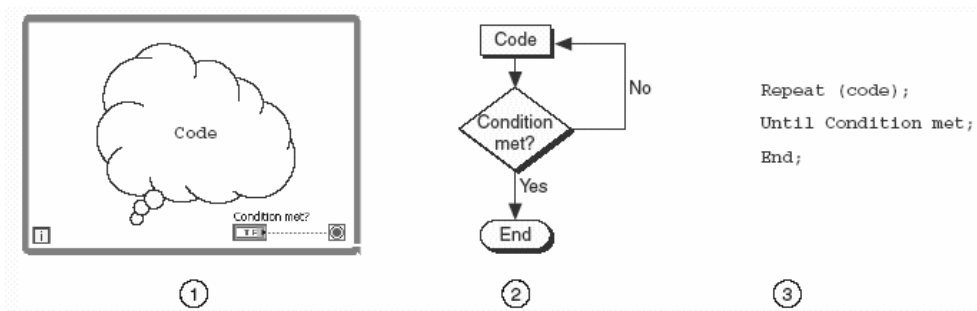

Рис. 2.1. Цикл с остановкой по условию.
Цикл **While** (по условию) работает до тех пор, пока не выполнится логическое условие выхода из цикла. Цикл **While** аналогичен циклам **Do** и **Repeat Until**, используемым в текстовых языках программирования. Рисунок 2.1. демонстрирует (1) цикл **While** в среде LabVIEW, (2) эквивалентную блок-схему работы цикла **While**, (3) пример текстового аналога кода работы цикла **While**.